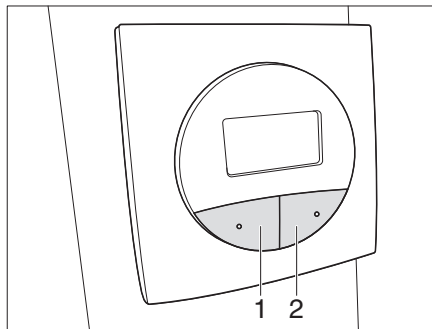

Bild 40 Panel satellitsystem Teleco
- Tryck på SAT-knappen (Bild 40,2) **två gånger**. Satellitsystemet körs ut och söker automatiskt efter den inställda satelliten.
- Tryck på knappen PARK (Bild 40,1). Satellitsystemet körs in.